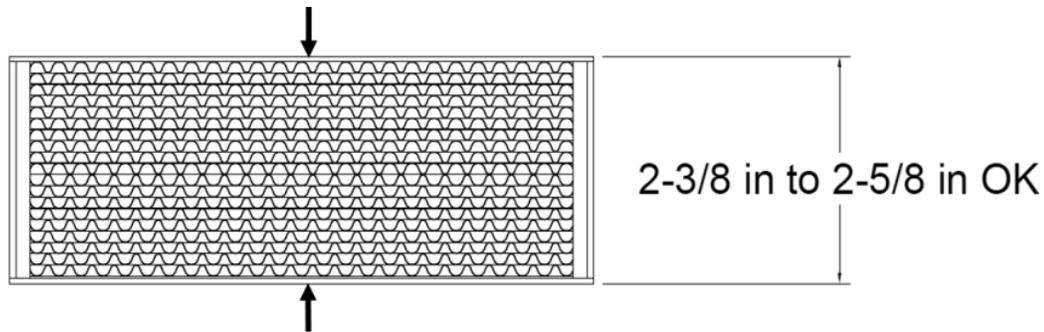

Figure 21 - Distorsion Acceptable du Catalyseur
9. Certaines déformation ou courbure des catalyseurs peuvent être acceptables aussi longtemps que le joint du catalyseur continue d'être bien scellé. Mesurez le catalyseur dans le milieu – si les dimensions sont plus grandes que la mesure de la Figure 21 ci-dessus, remplacez le catalyseur.